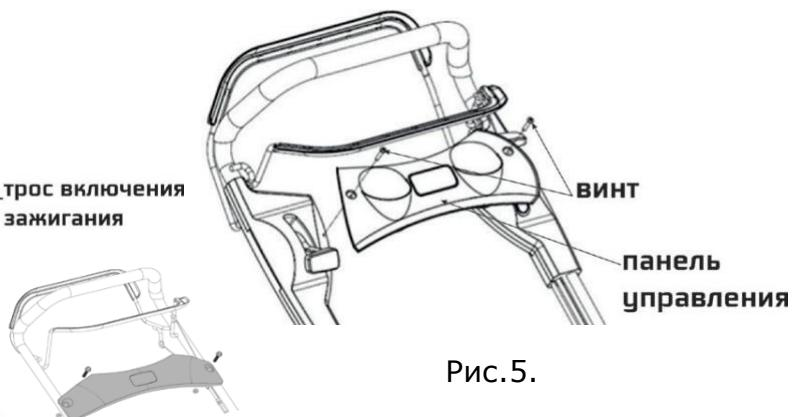

Рис.5.
- Закрепите панель управления двумя винтами, как показано на Рис.5